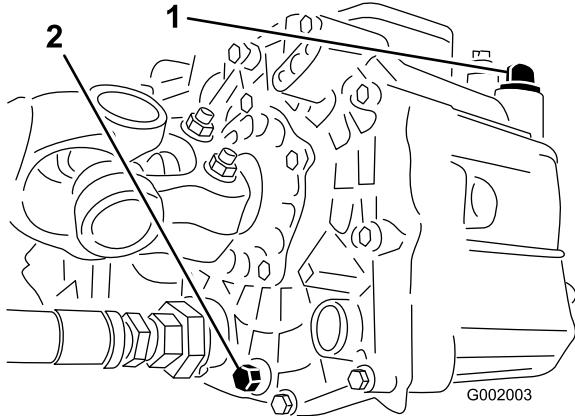

Figura 62
3. Togliete la valvola di spurgo situata sul fianco del serbatoio e lasciate defluire il fluido idraulico nella bacinella. (Figura 62).